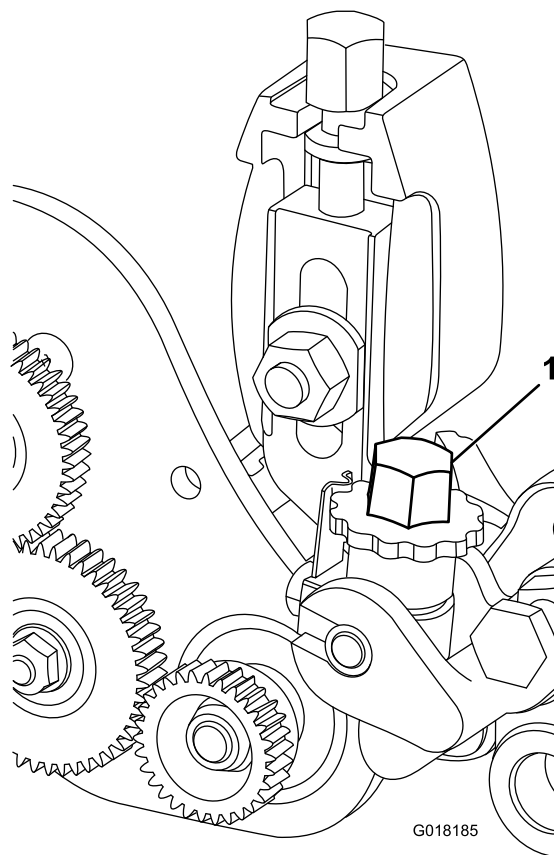

**Figura 20**
- A. allentate i bulloni sui bracci destro e sinistro del groomer (Figura 20).
- C. Serrate i bulloni che fissano la regolazione (Figura 20).